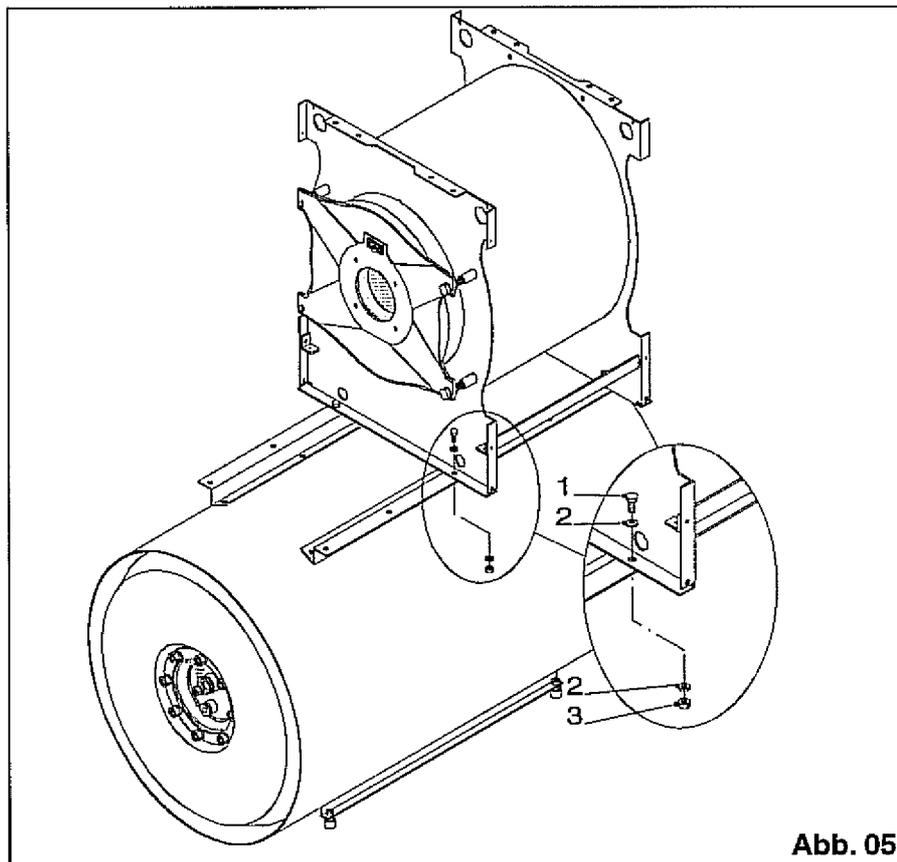

Abb. 05
Den Kesselkörper auf die Befestigungsschiene des Speichers setzen und mittels der 4 Befestigungsschrauben M 8 x 20 (1), den Unterlegscheiben (2) und Muttern (3) wie in Abb. 05 gezeigt montieren.